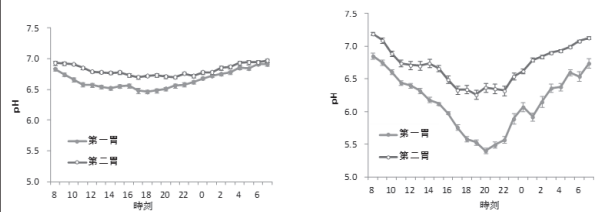

図1. 健康牛と潜在性ルーメンアシドーシス牛における第一胃と第二胃液pHの比較
(13)牛の胃内pHは第一胃内で第二胃内より低く、pHセンサが第一胃に留置された場合は、pHセンサが第二胃に留置された場合より測定pHが低くなる傾向がある(図1参照)。このため、必要に応じて金属探知機で留置位置を確認することを推奨する。